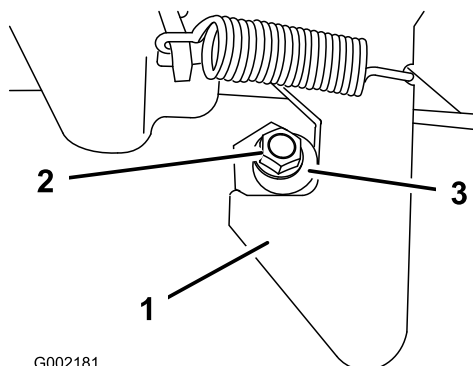

图 68
1. 拧松门锁杆末端的锁紧螺母图 68。
2. 顺时针门锁杆直到它紧贴在门锁的挂钩部分图 68。